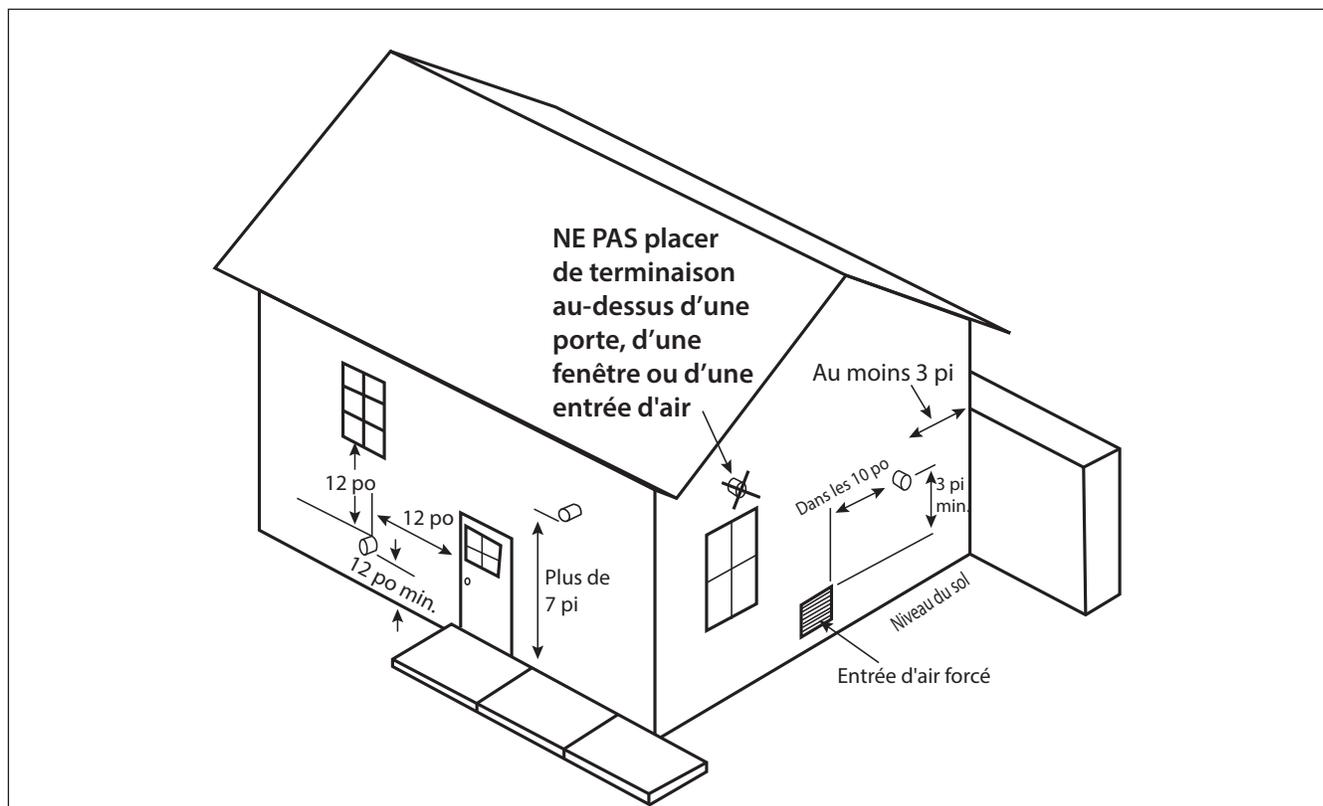

Fig. 2 - Dégagements des terminaisons de système à ventilation directe
6. La terminaison de l'événement doit aussi respecter les dégagements suivants, comme illustré à la **Fig. 2 en page 13** :
6. La terminaison de l'évent doit aussi respecter les dégagements suivants ; comme illustré à la **Fig. 2 en page 13**.